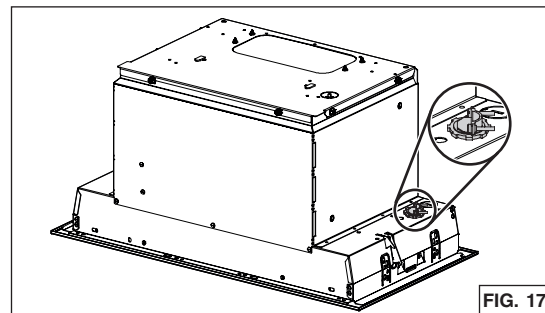

FIG. 17
4. Perfore **uno** de los dos orificios punzonados. Instale una abrazadera de cables de un diámetro de 7/8 pulg. (no incluida, en gris en FIG. 17).